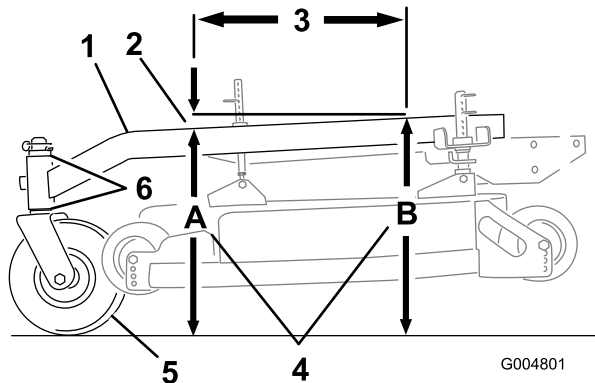

Figure 54
L'inclinaison avant/arrière du bâti porteur doit être comprise entre 3 et 9 mm sur 61 cm de sa longueur (Figure 54).
1. Mesurez 61 cm sur le bâti porteur (Figure 54).
2. Mesurez la hauteur du bâti porteur au point A (Figure 54).
3. Mesurez la hauteur du bâti porteur au point B (Figure 54).
4. La hauteur au point A doit être inférieure de 6 à 10 mm par rapport au point B (Figure 54).
5. Si ce n'est pas le cas, déplacez les entretoises des roues pivotantes de manière à obtenir l'inclinaison voulue de 6 à 10 mm (Figure 54).